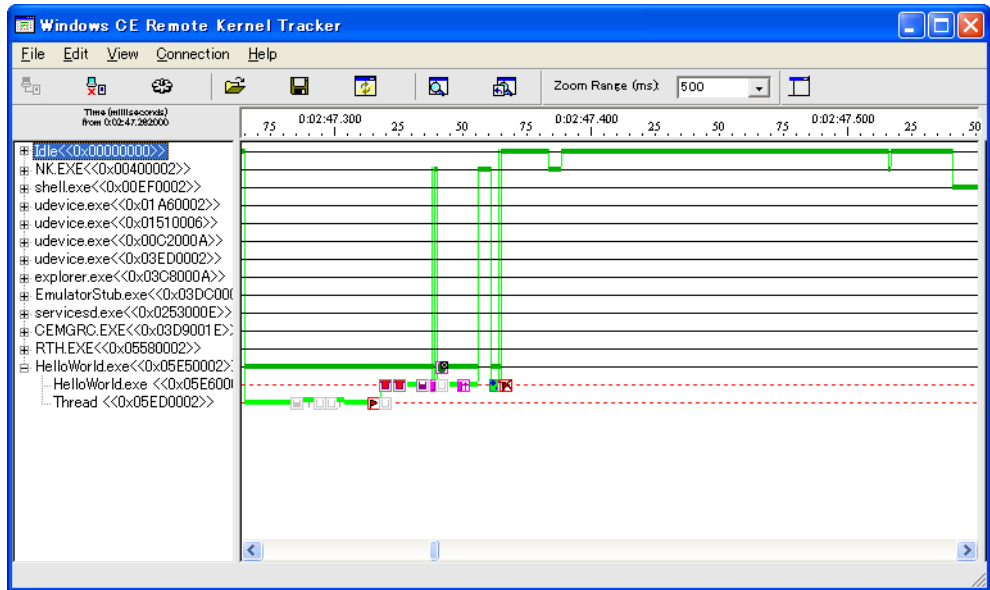

図 3 ミ 11 Remote Kernel Tracker ツールでスレッド実行をトラッキング
8. 図 3 ミ 11 に示されたように、HelloWorld アプリケーションを開始し、Remote Kernel Tracker 画面に示されたスレッド実行方法に従って操作します。